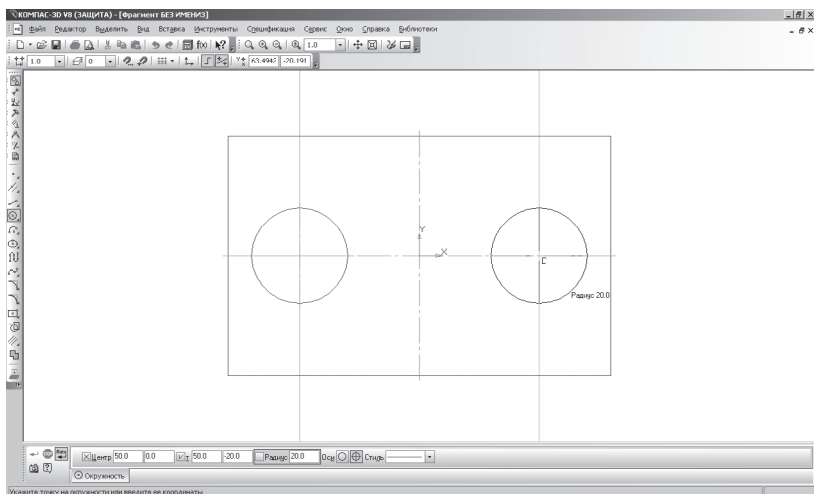

Рис. 58.
- аналогичным образом постройте вторую окружность (рис. 58);